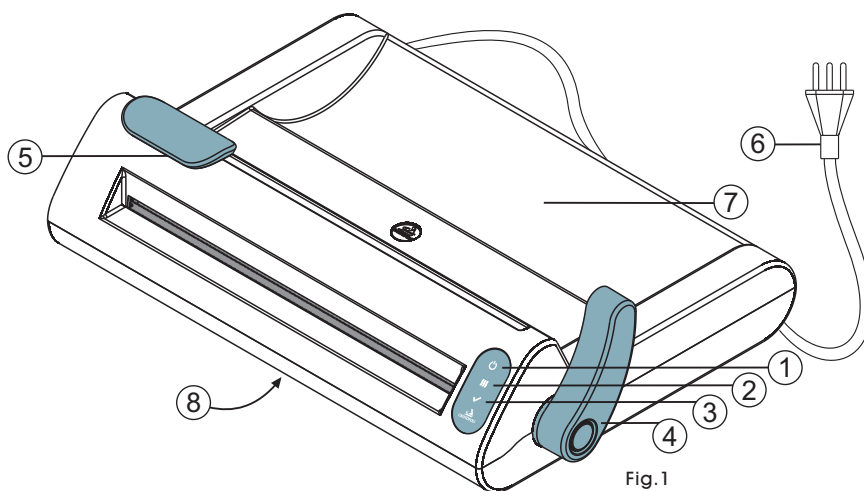

Fig.1
- ▶ A Seladora Cristófoli é **bivolt automático** (pode ser usada tanto em redes de 127V quanto 220V), conforme indicado no rótulo de identificação, que se encontra na parte inferior do equipamento (Fig. 1).
- 1▶ Conecte o cabo de energia à rede elétrica e pressione por dois segundos para ligar o equipamento, 3 bips soarão e o LED estará piscando, indicando que a seladora está em fase de aquecimento. Ao atingir temperatura de selagem (aproximadamente três minutos com a **alavanca levantada**, Fig. 1), serão emitidos 2 bips e o LED permanecerá aceso, indicando que a seladora está pronta para ser utilizada.
- 2▶ Insira a ponta do papel grau cirúrgico através da entrada de selagem, **sempre com o lado do papel para baixo e a parte plástica para cima**, puxe pelo outro lado e então repouse o rolo no alojamento para rolos (Fig.1). Puxe o papel para que este seja selado no tamanho desejado.